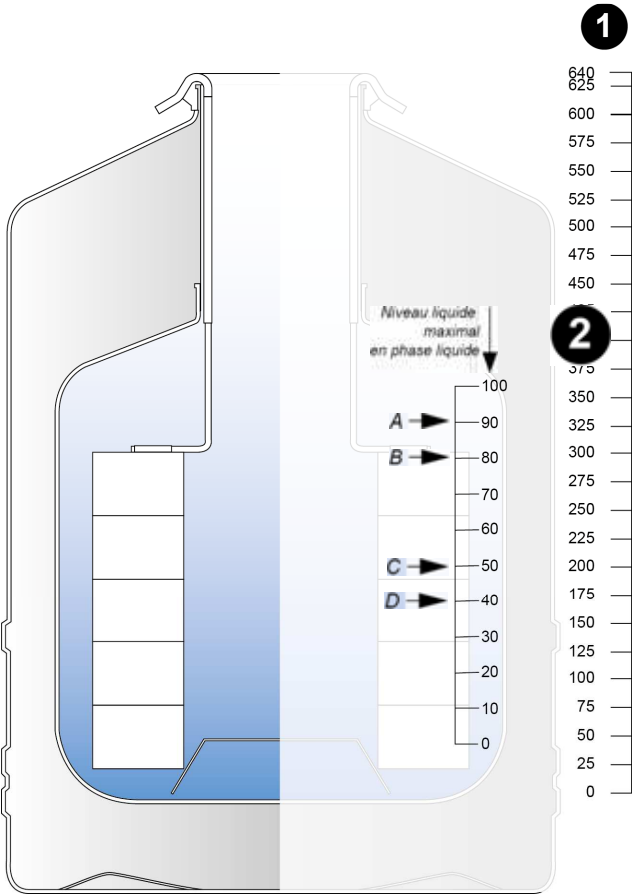

Figura 15-2: ARPEGE 40 – Fase líquida – escala de medição
- **Quatro pressões sucessivas em menos de 2 segundos:** é iniciado o enchimento da cuba. Este é automaticamente interrompido quando o Nível alto (UCL) é atingido (consultar a Figura 15-2 à Figura 15-19). A função de desgaseificação é ativada se a opção existir e se a temperatura na sonda de desgaseificação não tiver sido atingida.